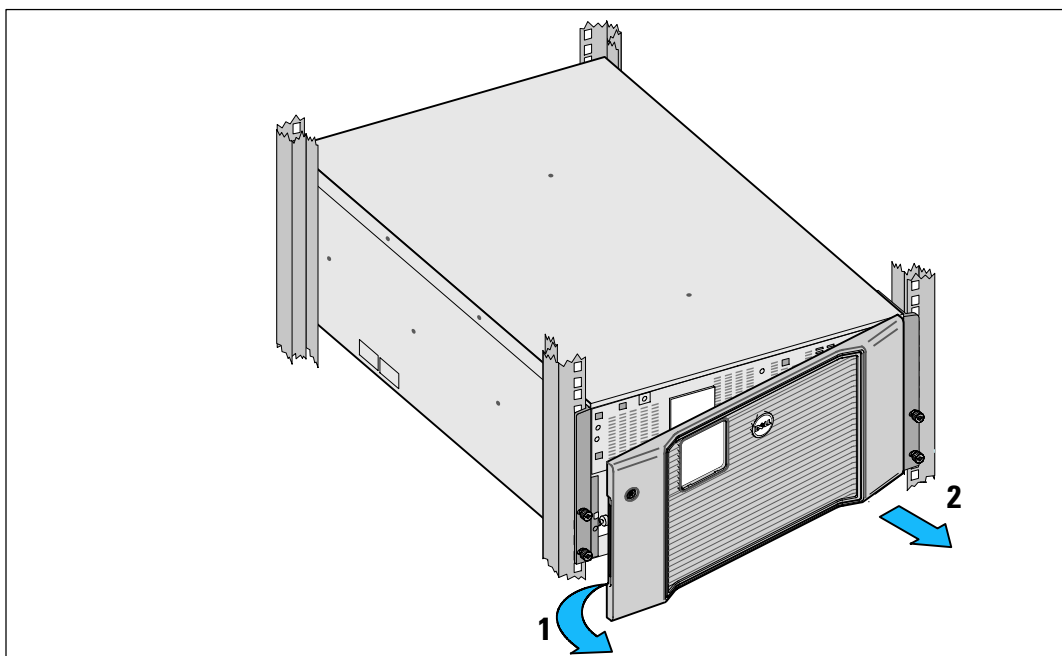

Рисунок 33. Снятие передней крышки ИБП
- 2 Снимите переднюю крышку ИБП (см. Рисунок 33):